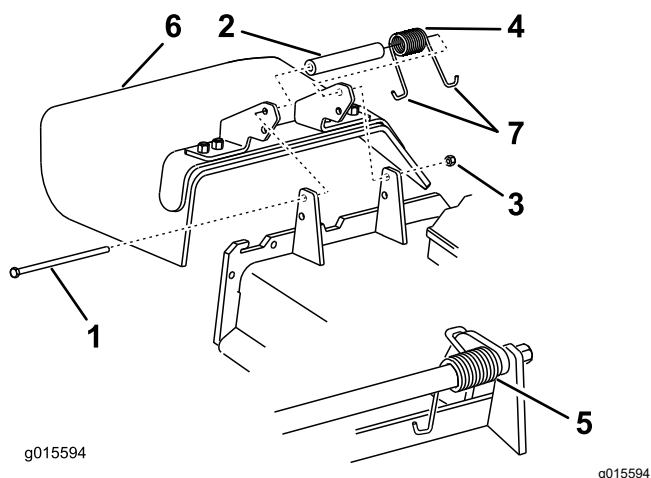

Figura 43
1. Coloque uma extremidade da mola por detrás da extremidade da plataforma e a outra extremidade no defletor de relva (Figura 43).
2. Utilize o parafuso e porca para prender o defletor de relva à plataforma do cortador (Figura 43).
3. Coloque a extremidade em gancho J da mola em torno do defletor de relva (Figura 43).